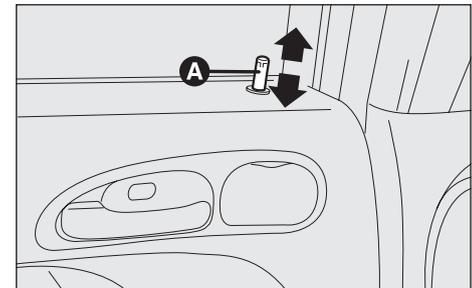
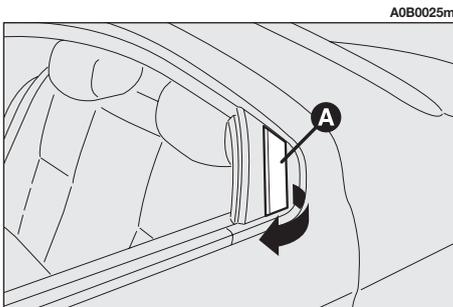

Abb. 14
Abb. 15
– Zum Öffnen der Tür, wenn der innere Sicherheitsknopf (**A**, **Abb. 14**) hochgezogen ist, den Türgriff (**A**, **Abb. 15**) ziehen.
– Für Verschluss den Sicherungsknopf (**A**, **Abb. 14**) auch bei geöffneter Tür hinunterdrücken und dann die Tür schliessen.